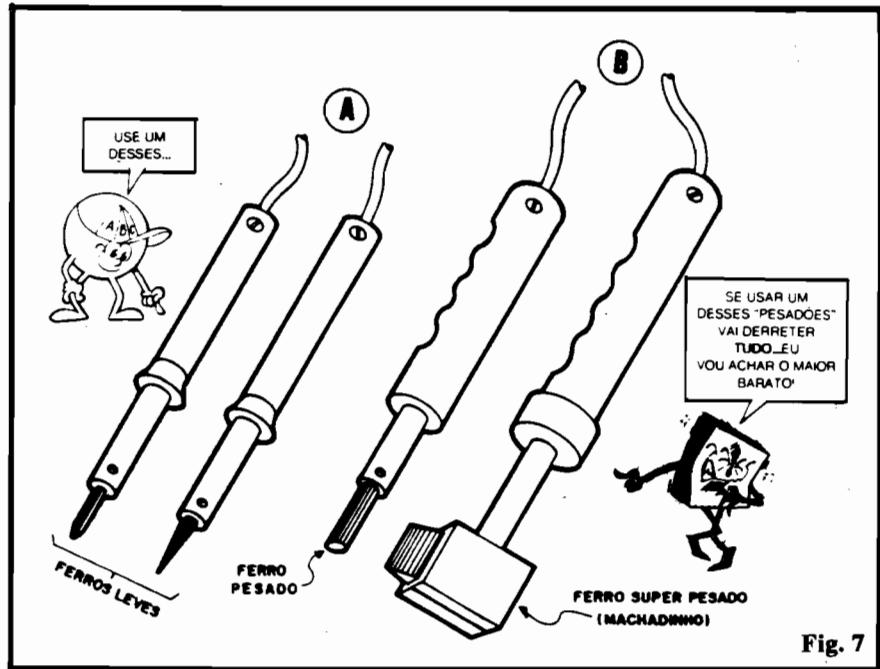

Fig. 7
FIG. 7 - Ferros leves (A) e pesados(B) para uma comparação visual. Os tipos (B) não devem ser usados na moderna Eletrônica... Se lá naquela "arqueológica" caixa de ferramentas existir um "trambolho" desses, reserve-o para remendar fundos de panelas furadas, consertar a lataria do "Gordini" e essas coisas... NÃO os aproxime de um moderno e delicado componente eletrônico!